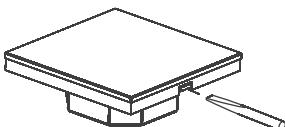

Рис.3. Снятие лицевой панели.
- 3.7. Отсоедините лицевую панель от корпуса, аккуратно поддев её плоской отверткой [Рис. 3].